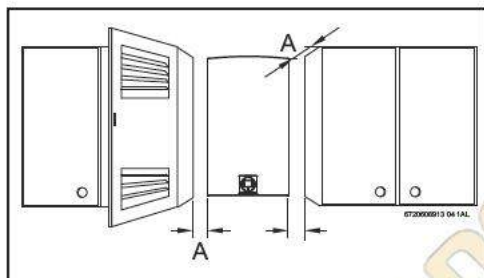

Рис. 21 Минимальные расстояния
- ▶ Соблюдайте минимальные монтажные размеры, указанные на (Рис. 21).
- ▶ обеспечьте достаточный доступ для обслуживания с учетом минимальных расстояний, указанных на Рис. 21.